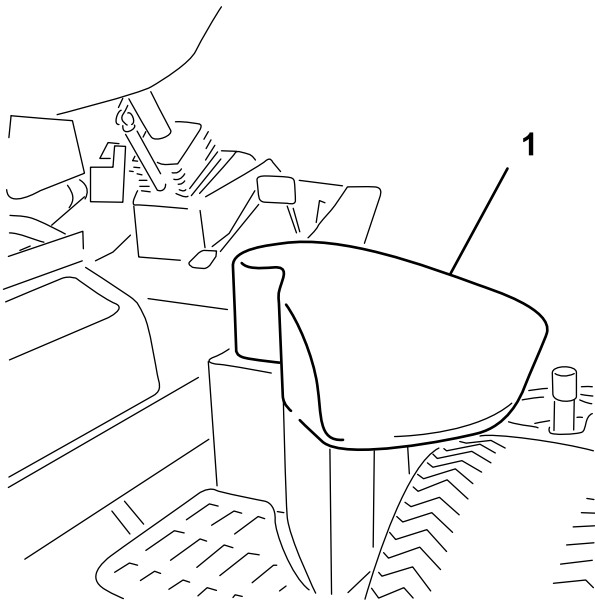

**Bild 34**
2. Heben Sie rechts an der Maschine die Abdeckung des Hydraulikbehälters an (Bild 34).